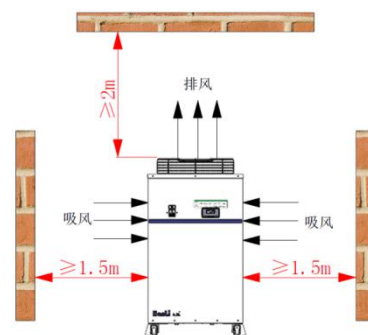

图 6-2 设备安装空间要求
- 进风口 1.5m 范围内，排风口 2.0m 范围内均不得有遮挡物，以免影响设备散热，如图 6-2 所示。